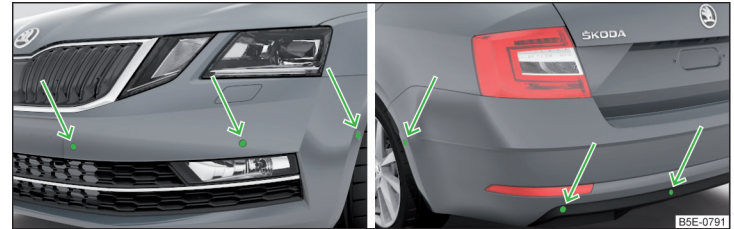

Abb. 251 Verbauort der Sensoren auf der linken Fahrzeugseite: vorn/hinten
- Die Systemsensoren » **Abb. 251** auf Seite 224 sauber, schnee- sowie eisfrei halten und mit keinerlei Gegenständen abdecken, anderenfalls kann die Systemfunktion eingeschränkt sein.
Das System berechnet mithilfe von Ultraschallwellen den Abstand zwischen dem Stoßfänger und einem Hindernis. Die Ultraschallsensoren befinden sich je nach Fahrzeugausstattung im hinteren bzw. auch im vorderen Stoßfänger » **Abb. 251**.